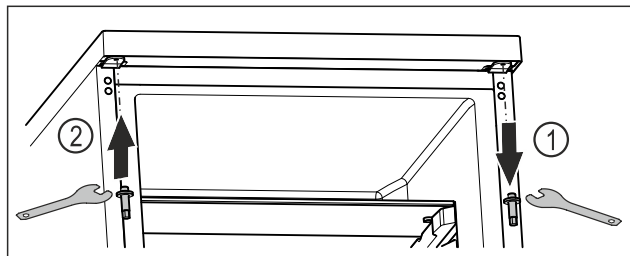

Fig. 18
- Выкрутите верхний болт ключом с наружным шестигранником. Fig. 18 (1)
- Затяните болт на противоположной стороне ключом с наружным шестигранником. Fig. 18 (2)